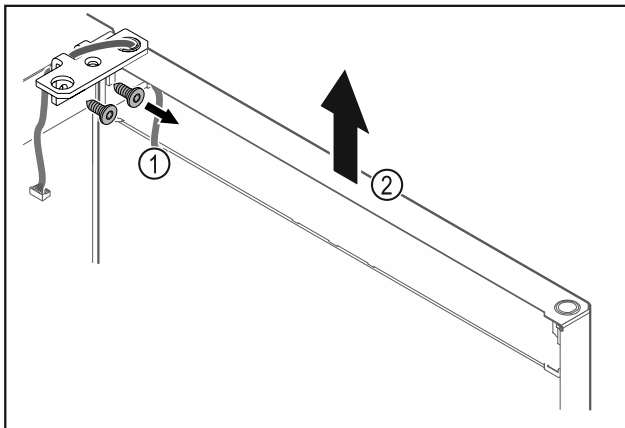

Fig. 19
- Ξεβιδώστε τη γωνία μεντεσέ Fig. 19 (1).
- Σηκώστε την πόρτα μαζί με τη γωνία μεντεσέ Fig. 19 (2) περίπου 200 mm ευθεία προς τα επάνω και αφαιρέστε τη.